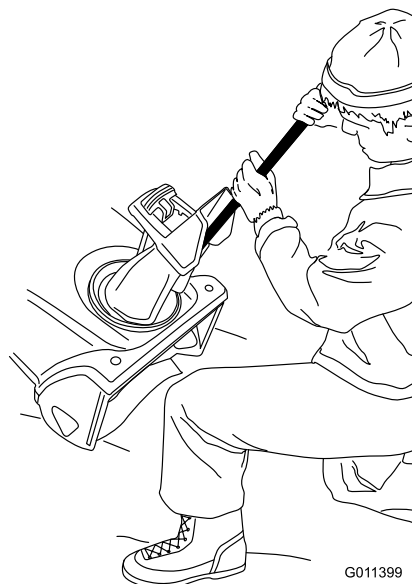

Figure 24
- Utilisez toujours un outil pour nettoyer l'éjecteur, jamais les mains (Figure 24).